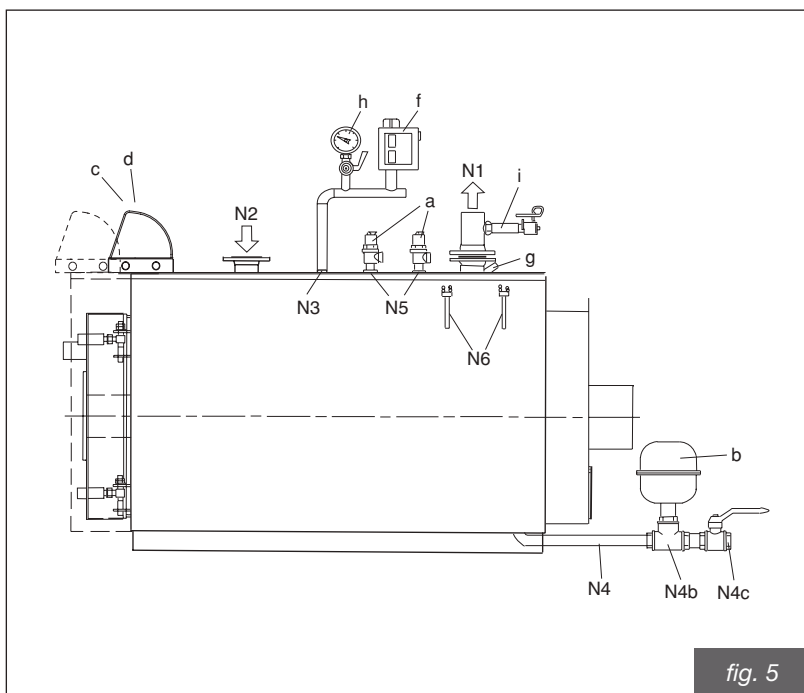

fig. 5
3.2.3.2. IMPIANTO TERMICO AD ACQUA CALDA CON VASO D'ESPANSIONE CHIUSO - Potenza al focolare > 300.000 kcal/h - pressione 6 bar (Fig. 5)